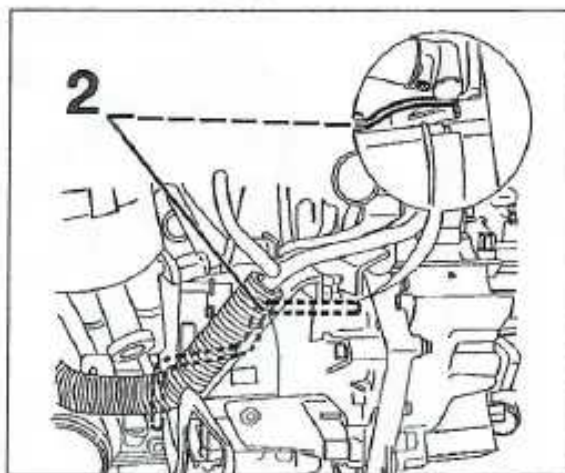

FIGURA 1-7
- Colocar un útil de bloqueo (1) apropiado (útil PSA J188. F) para inmovilizar el volante motor.
- Calar el volante motor con el útil (2) apropiado:
- motor DW10: PSA C. 0188. Y (figura 1-7).